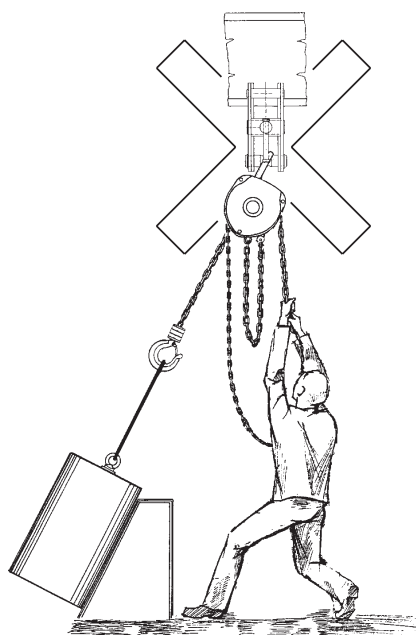

Fig. 2
- Zijdelingse belasting op de balkklem is niet toegestaan (Fig. 2).
- È vietato applicare forze di trazione laterali alla pinza (Fig. 2).